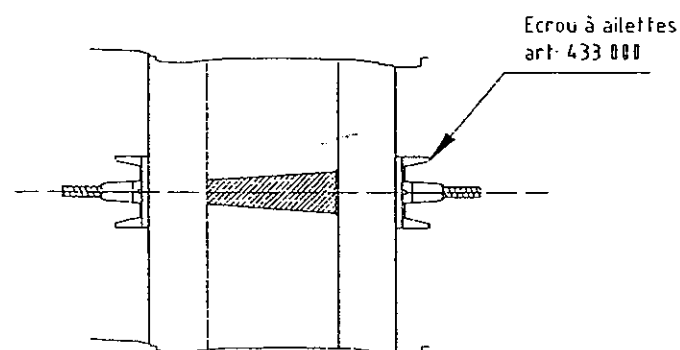

Figure 12 : Cône plastique de 20
- le cône espaceur confectionné aux côtes du voile et récupérable. (Figure 12)